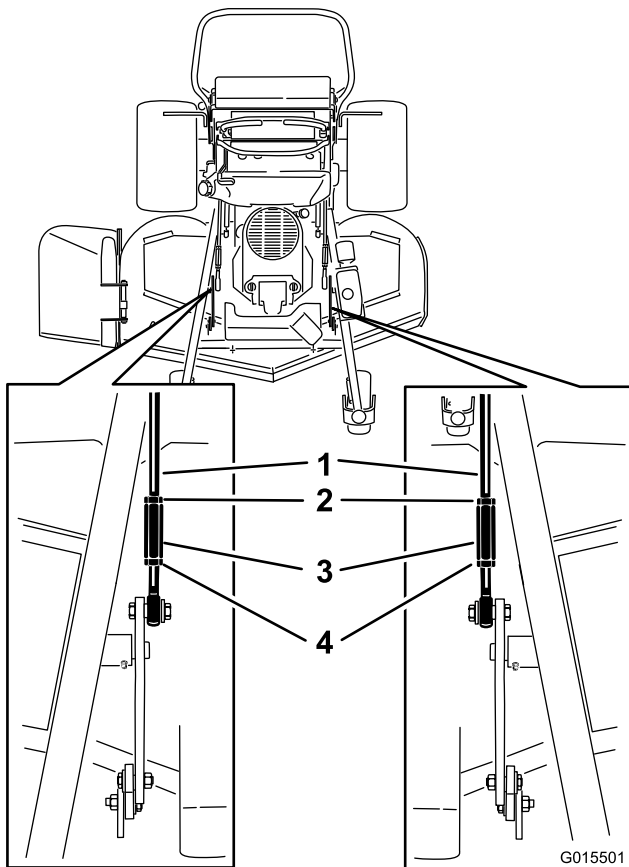

Figure 90
4. Pour les tabliers de coupe de 152 cm (60 po), desserrez les deux écrous avant et arrière et les biellettes de relevage sur les tiges de réglage (Figure 90).
5. Pour les tabliers de coupe de 152 cm (60 pouces), serrez les biellettes de relevage (Figure 90).